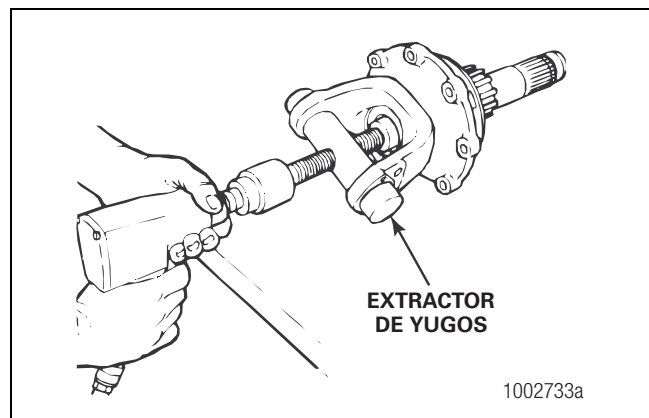

Figura 3
6. Retire la tuerca y roldana del yugo. Utilice una herramienta de extracción para retirar el yugo o brida de la flecha. No use un mazo o martillo, ya que podría dañar los componentes. Figura 3.